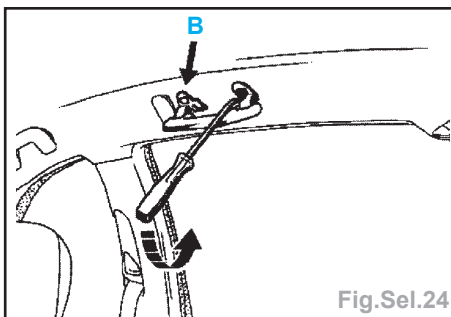

Fig.Sel.24
- A l'aide de l'outil Car.1597, déclipser les agrafes de poignées de virage (B) (Fig.Sel.24).